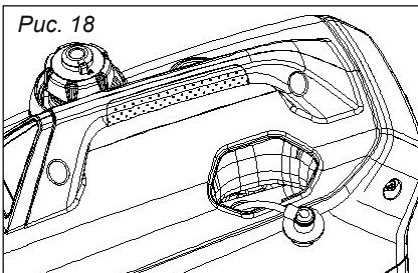

Рис. 18
2. Снимите наконечник высоковольтного провода со свечи и выверните её с помощью свечного ключа, *рис. 18.*